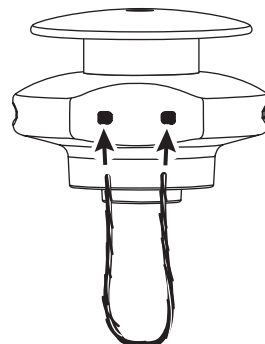

Fig. 5
- Insérez chaque extrémité du fil de remplacement dans les trous des deux côtés du crochet de retenue (Fig. 5).